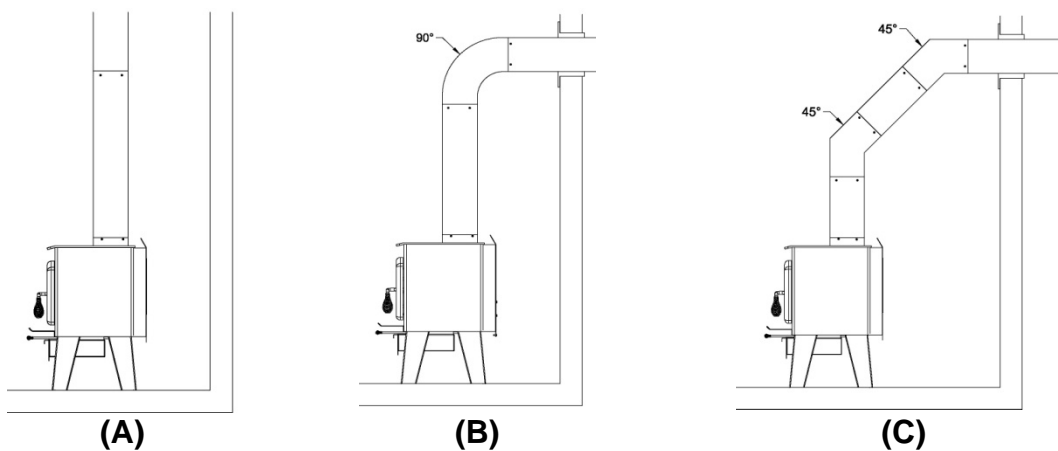

FIGURE 2.4 L'utilisation de coudes
- Le raccordement doit être le plus court et le plus direct possible entre le poêle et la cheminée (voir la figure 2.4 (A)). L'utilisation de deux coudes de 45 degrés (voir la figure 2.4 (C)) est souvent préférable à un seul coude de 90 degrés (voir la figure 2.4 (B)), car moins de turbulences sont créées dans le flux d'échappement et il en résulte une course horizontale moins longue.